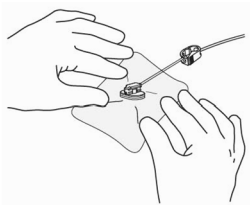

図 4
- 7) 開存性を確認の上、院内のプロトコルに従い、本品を穿刺部位に固定する (図4)。